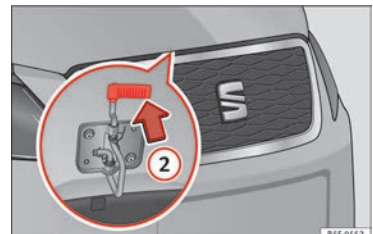

Bild 9 Spak under motorhuv
- Lyft motorhuv. Tryck spärren på motorhuvens undersida uppåt » **bild 9 2**. Bromskroken på motorhuvens undersida lossas. »